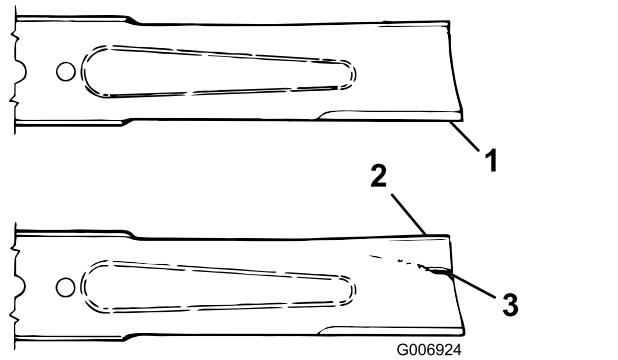

Bild 67
- Prüfen Sie die Schnittkanten des Messers sorgfältig, insbesondere dort, wo die geraden Flächen die gebogenen berühren (Bild 67).
- Wenn Sie Abnutzungen (Bild 67) feststellen, sollten Sie das Messer auswechseln, siehe Warten des Messerniveaus \(Seite 58\)
**Wenn sich das Messer abwetzen kann, bildet sich ein Schlitz zwischen dem Windflügel und dem flachen Teil des Messers (Bild 67). Zuletzt kann sich ein Stück des Messers lösen und aus dem Gehäuse herausgeschleudert werden. Das kann zu schweren Verletzungen bei Ihnen selbst und Unbeteiligten führen.**